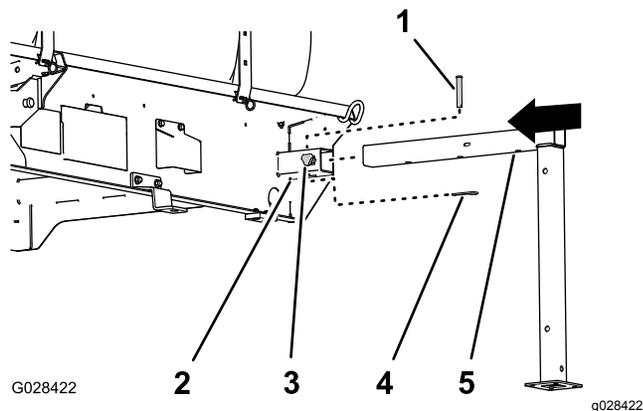

Рисунок 118
1. Совместите переднюю подъемную опору с гнездом под опору в передней части бака (Рисунок 118).
отверстием в верхней части гнезда (Рисунок 118).
4. Заверните рукоятку в гнездо, затянув от руки (Рисунок 118).